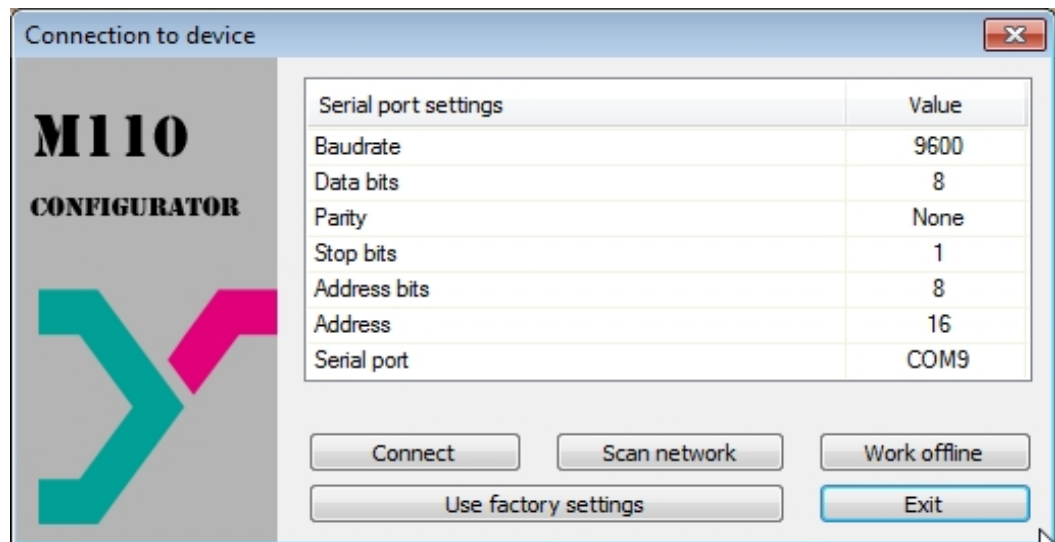

Fig. 7.1 Ventana de inicio del software de configuración
- En la ventana 'Conexión al dispositivo' establecer los parámetros por defecto (ver Tabla 7.1) o hacer click en el botón 'Use factory settings' (ver Fig. 7.1)